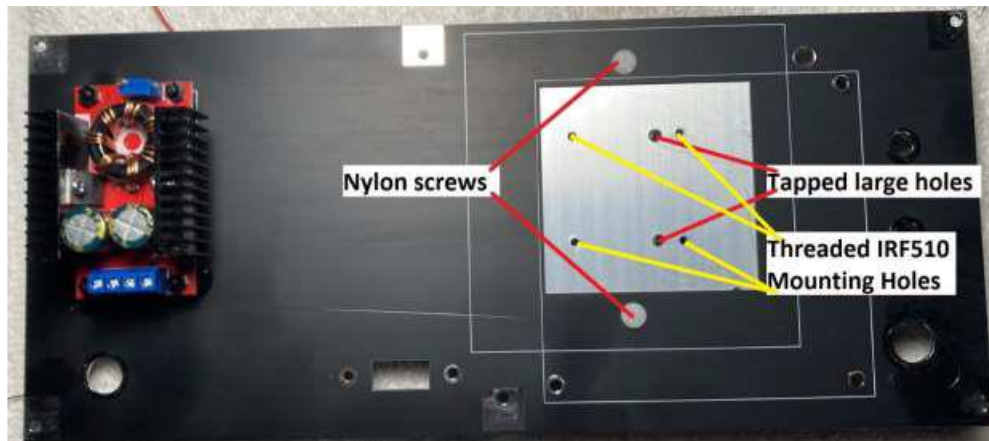

Figure 8-5. Heat sink mounted in place.
□ The boost converter is now mounted to the back panel with the top mounting hardware, but the bottom 2 spacer screws are secured only to the convert board. This mounting method will hold the boost converter in place without securing the bottom two spacers, yet still prevent the boost converter from shorting out against the back panel. However, if you wish, place two blobs of hot glue at the points where the bottom spacer screws meet the back panel. The hot glue will mount the converter more securely to the back panel. This is what we did and figure 8-5 shows the boost converter in place.
ブースト コンバータは、上部の取り付けハードウェアを使用して背面パネルに取り付けられましたが、下部の 2 つのスペーサー ネジはコンバータ ボードにのみ固定されています。この取り付け方法では、下部の 2 つのスペーサーを固定しなくてもブースト コンバータを所定の位置に保持できますが、ブースト コンバータが背面パネルに対してショートするのを防ぐことができます。ただし、必要に応じて、下部のスペーサー ネジが背面パネルと接する部分にホット グルーを 2 つ付けてください。ホット グルーを使用すると、コンバータが背面パネルにしっかりと取り付けられます。これが私たちのやり方で、図 8-5 はブースト コンバータが所定の位置に取り付けられている状態を示しています。
□ Place the heat sink behind the enclosure Rear Panel so that the larger diameter pair of the six drilled and tapped holes showing through the square hole cutout in the rear panel is slightly offset towards the right. See Figure 8-5. Mount the heat sink to the enclosure Rear Panel using the two nylon M4x10 screws.
ヒートシンクをエンクロージャの背面パネルの後ろに置き、背面パネルの四角い穴の切り抜きから見える 6 つのドリル穴とタップ穴のうち大きい方の直径のペアが、わずかに右側にずれるようにします。図 8-5 を参照してください。2 本のナイロン M4x10 ネジを使用して、ヒートシンクをエンクロージャの背面パネルに取り付けます。
□ Locate the BNC antenna connector and cable assembly. Mount the connector in the hole seen in the lower-right corner of Figure 8-5. Secure into position with the supplied lock washer and nut. *NOTE:* This must be done at this point in the assembly because the mounting flange of the connector fits *below* the PA PCB. If you don't mount this connector now, you will have to file away part of the edge of the PCB to get it to fit in place.
BNC アンテナ コネクタとケーブル アセンブリの位置を確認します。コネクタを図 8-5 の右下隅にある穴に取り付けます。付属のロック ワッシャーとナットで所定の位置に固定します。注: コネクタの取り付けフランジが PA PCB の下に収まるため、この作業はアセンブリのこの時点で行う必要があります。このコネクタをここで取り付けない場合は、所定の位置に収まるように PCB の端の一部を削る必要があります。